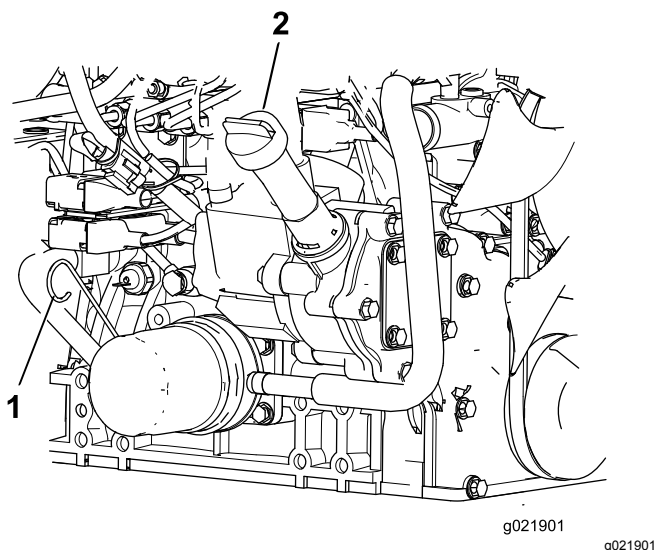

図 71
3. ディップスティックを抜き取り、付いているオイルをウェスで拭き、もう一度一杯に差し込んで抜きとる。FULL マークと ADD マークの間にあればよい 図 71。
4. オイルの量が少ない場合は、補給キャップ 図 71 を取り、Full と ADD の間の位置までオイルを補給する。入れすぎないこと。